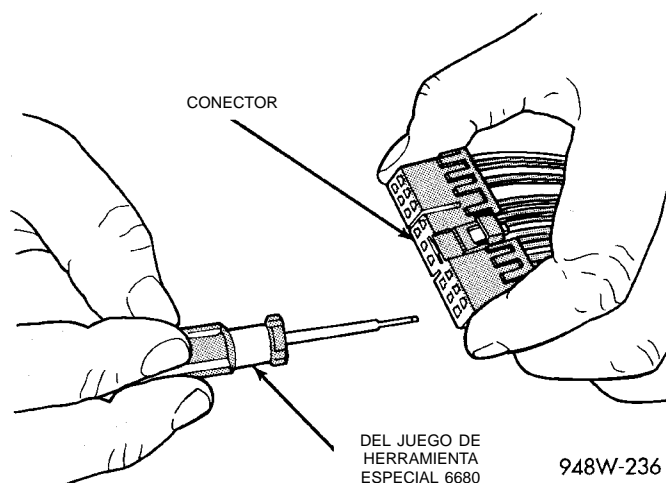
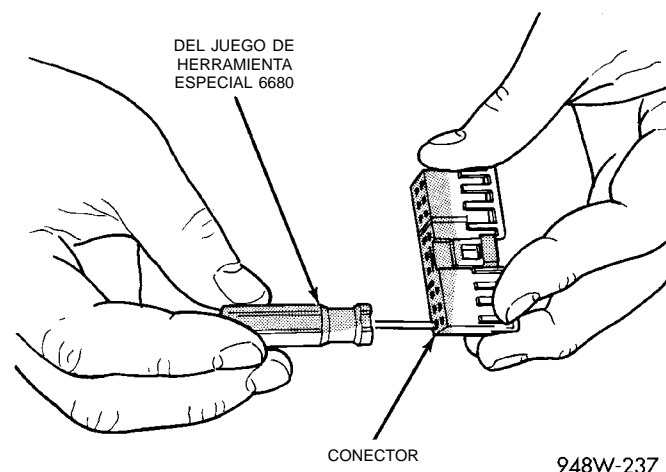

Fig. 18 Desmontaje de terminal
Fig. 19 Desmontaje del terminal utilizando la herramienta especial
- (4) Emplace la garra de traba del conector apartada del terminal utilizando el juego de herramienta especial 6680. Tire del cable para sacar el terminal del conector (Fig. 18) (Fig. 19).
- (5) Si el terminal posee una cola de traba, vuelva a colocarla en su sitio.
- (6) Introduzca el cable que retiró en la misma cavidad del conector de recambio.
- (7) Repita los pasos del cuatro al seis para cada uno de los cables del conector, asegurándose de que todos se introduzcan en las cavidades correctas. Para obtener información adicional sobre la identificación de la espiga del conector, consulte los diagramas de cableado.
- (8) Introduzca la cuña de traba en el conector reparado, si fuese necesario.
- (9) Conecte el conector a su mitad/componente complementario.
- (10) Conecte la batería y pruebe todos los sistemas afectados.